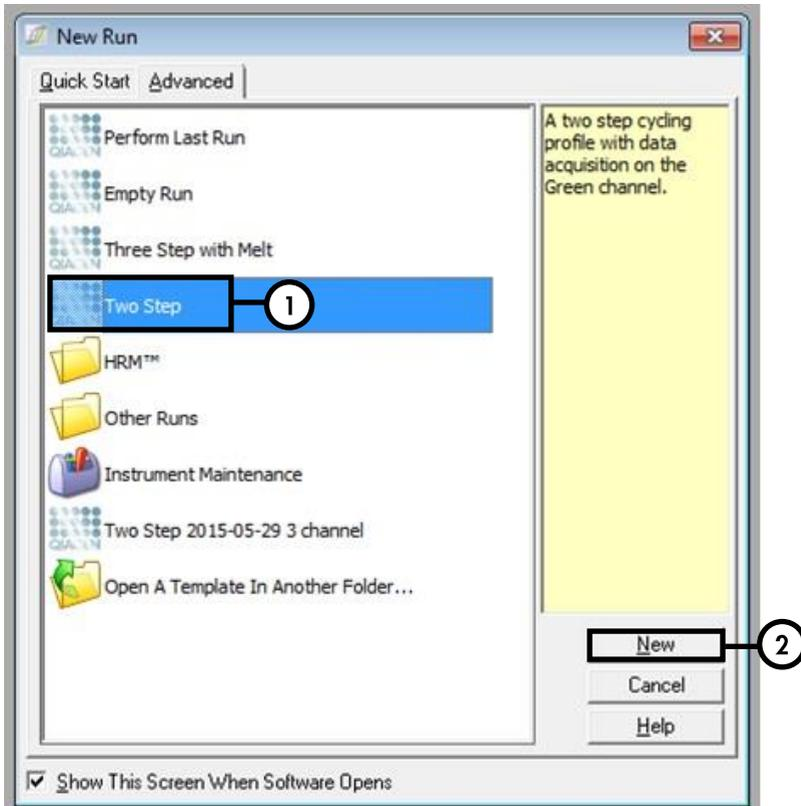

Figura 1. Finestra di dialogo “New Run Wizard”.
6. In primo luogo, aprire la finestra di dialogo **New Run Wizard** (Procedura guidata nuovo processo) con la versione **Advanced** (Avanzata) e selezionare **Two Step** (Due fasi) (Figura 1). Cliccare su **Next** (Avanti) per continuare.